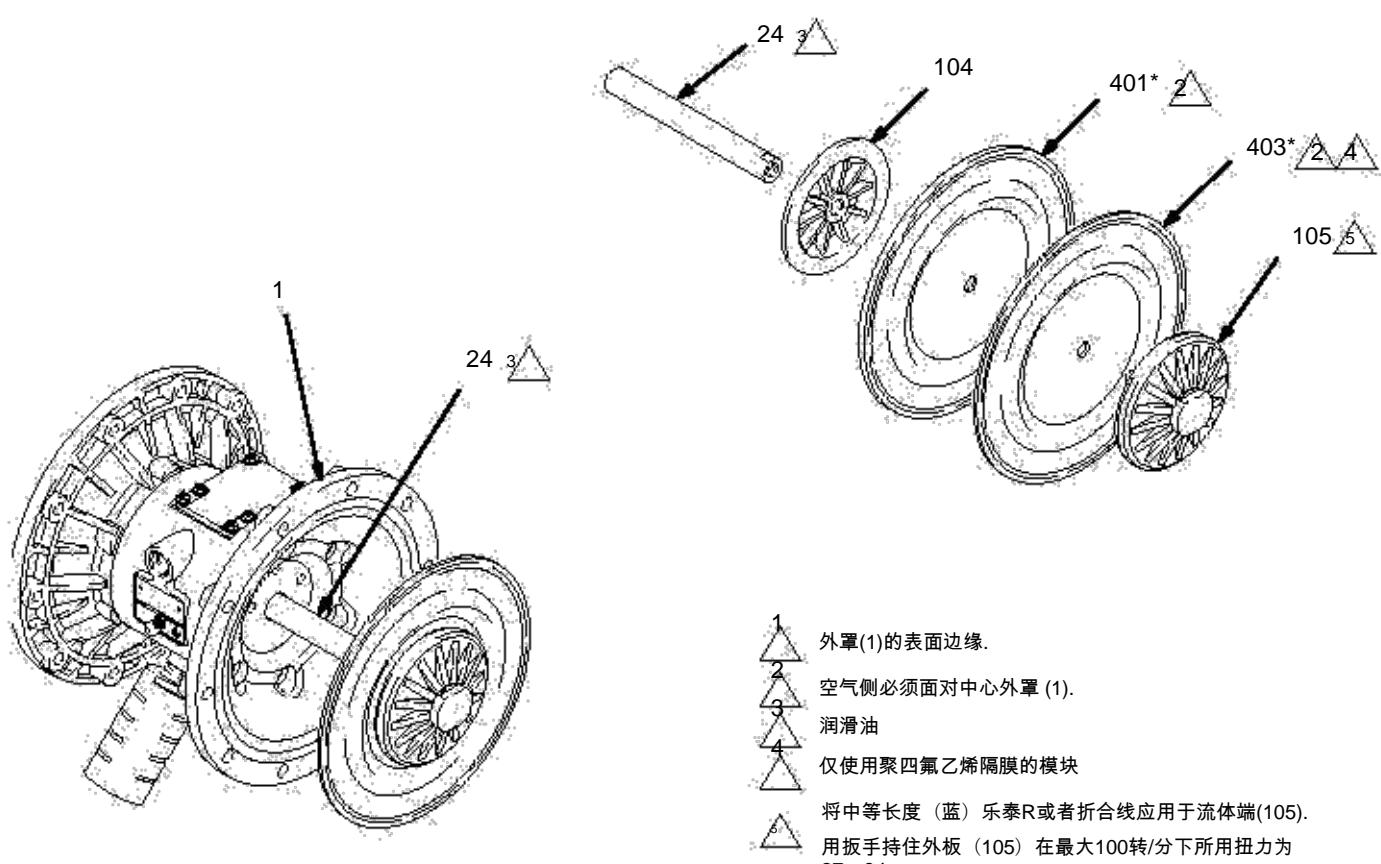

Fig. 13
4. 从隔膜轴(24)上松开外板 (105) . 移除隔膜(401), 和内板 (104). 见图13.
(1)外边. 见图13.
如果有), 外隔膜板(105) , 如图13所示13.
用O形环钩和U形杯堤料将其取出, 见图13